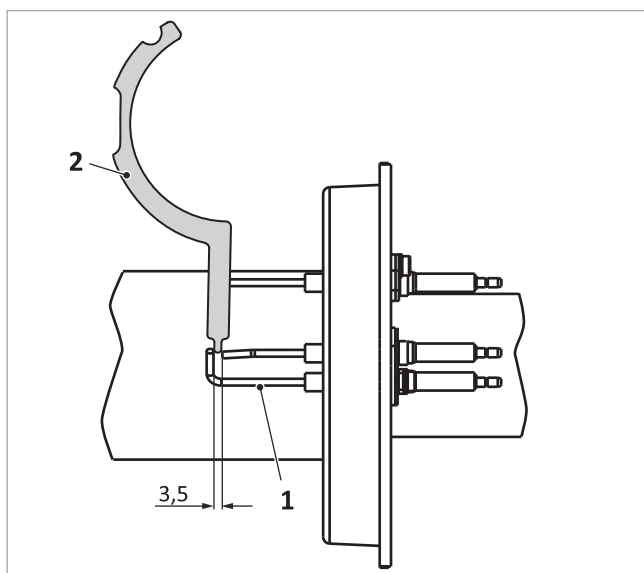

Fig. 138: Distanza tra elettrodi e massa dell'elettrodo di accensione
1. Verificare le distanze dell'elettrodo di ionizzazione con l'ausilio del calibro per elettrodi → fig. 138 (2)
- elettrodi tra loro → fig. 138 (1): 3,5 mm